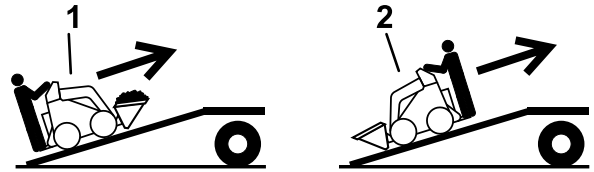

Figura 12
5. Cargue la máquina en el remolque por la rampa con el extremo más pesado hacia arriba, y la carga en la posición más baja posible (Figura 12).